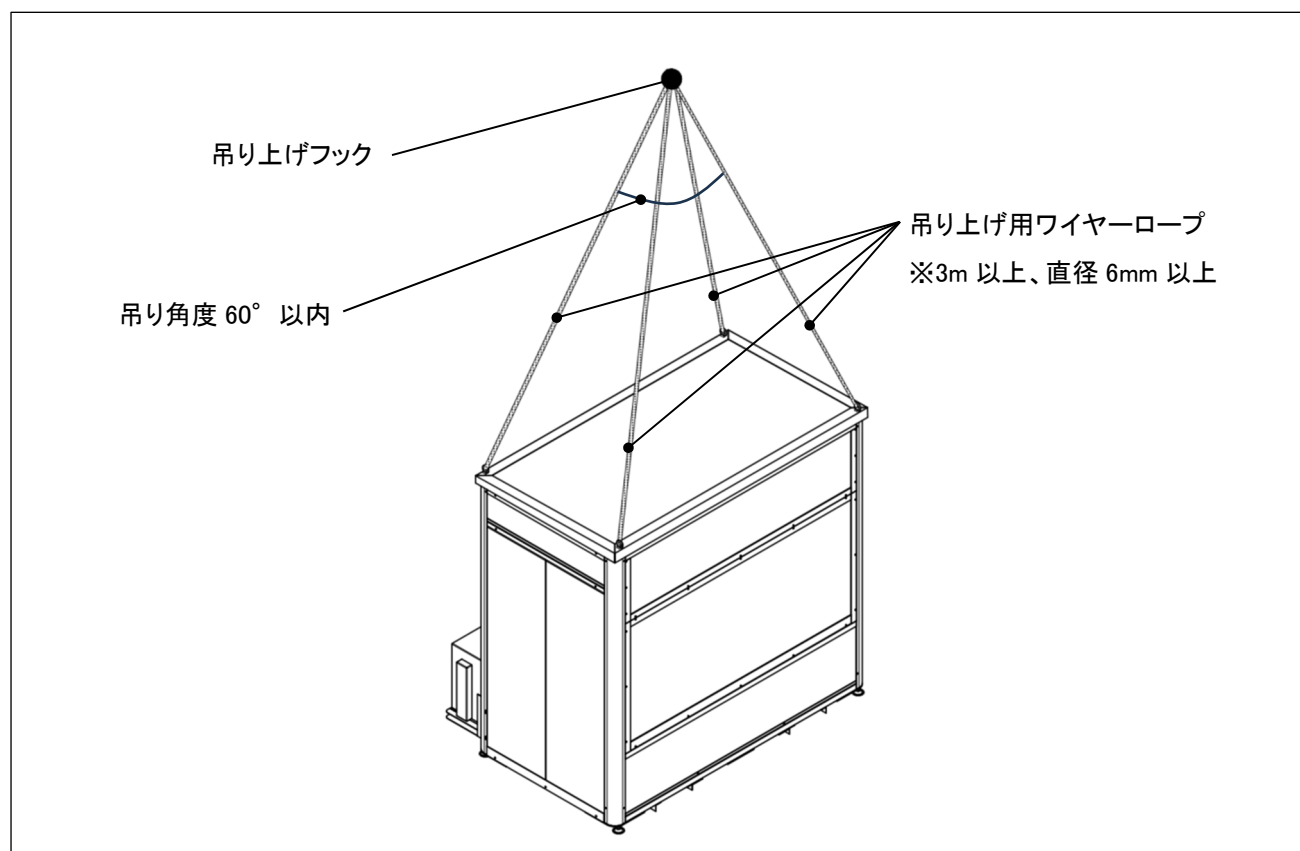

Fig.3-3 吊り上げ用ワイヤロープのかけ方
- ❗ 天井 4 隅のアイボルトにワイヤロープを取付け本説明書に記載「Fig.3-3」の方法にて吊り上げてください。
- ① ユニットのキャスターをロックしてください。ロック付きのキャスターは前面向かって左右 2 箇所になりますので両方ロックしてください。
- ② ワイヤロープを「Fig.3-3」のように屋根上 4 隅のアイボルトにかけ、4 点吊りにて垂直に吊り上げてください。
- ③ 重心がエアコン側に片寄っています。吊り上げ時は周囲の安全を確認し、荷振れ、接触等に注意し慎重に吊り上げてください。
- ④ 吊り上げには、長さ 3m 以上、ワイヤ径 6mm 以上のワイヤロープを使用してください。吊り上げ角度は 60° 以内で、吊り上げ用のワイヤロープは 4 本同じ長さのものを使用してください。